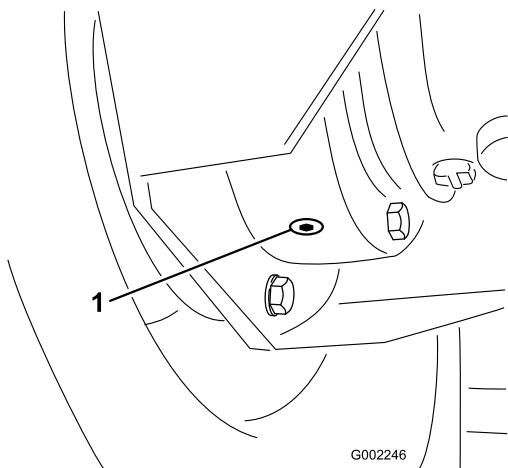

Figure 49
4. Placez un bac de vidange sous le bouchon de vidange intérieur et retirez le bouchon (Figure 49).